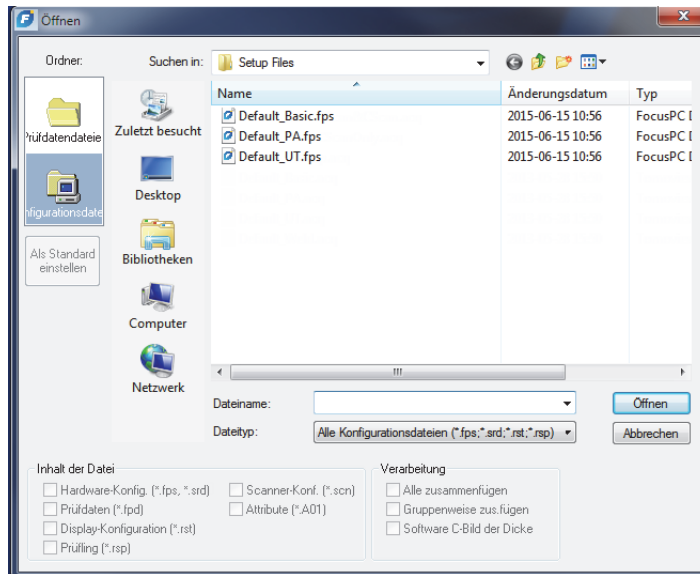

Abbildung 4-1 Geöffnetes Dialogfeld
2. Im eingeblendeten Dialogfeld **Öffnen** (Abbildung 4-1 auf Seite 102):